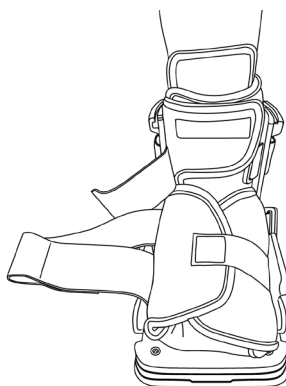

Abb. 6
4. Stecken Sie den Fuß in den Walker und überprüfen Sie, dass die Größe stimmt. Ihre Ferse sollte bis zum hinteren Teil des Walkers reichen (Abb. 6). Wenn das nicht der Fall ist, stellen Sie die Größe gemäß der Anleitung der Größenanpassung ein.